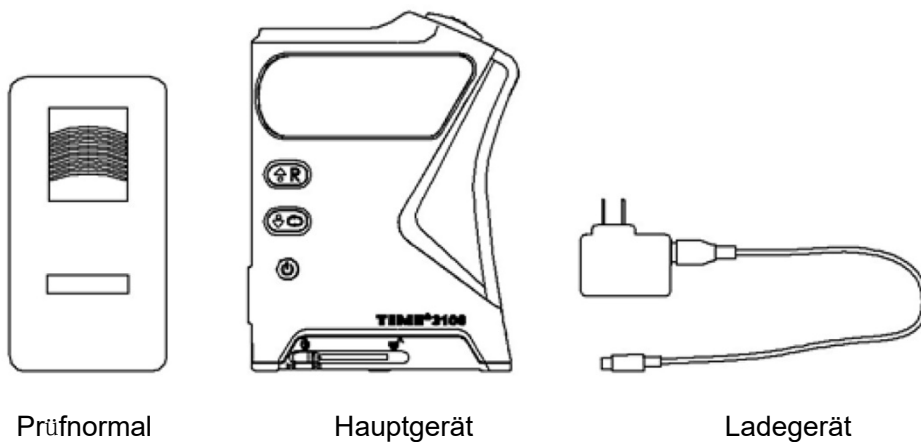

Abbildung 1
2.2.1 Grundausrüstung: äußeres Erscheinungsbild (siehe Abbildung 1)